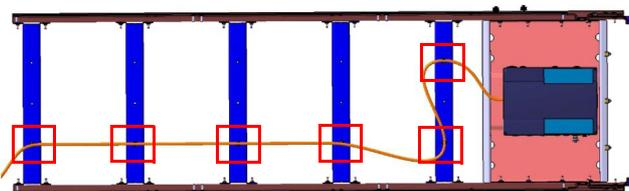

Abb. 817 Verlegung 400V AC-Kabel mit Fixierpunkten
- Steckfußhalter für das 400V AC-Kabel an den Quertraversen (Abb. 817) erneuern.
- 400V AC-Kabel gemäß Abb. 815 und Abb. 817 verlegen und an Traversen und Verdichterwanne befestigen.